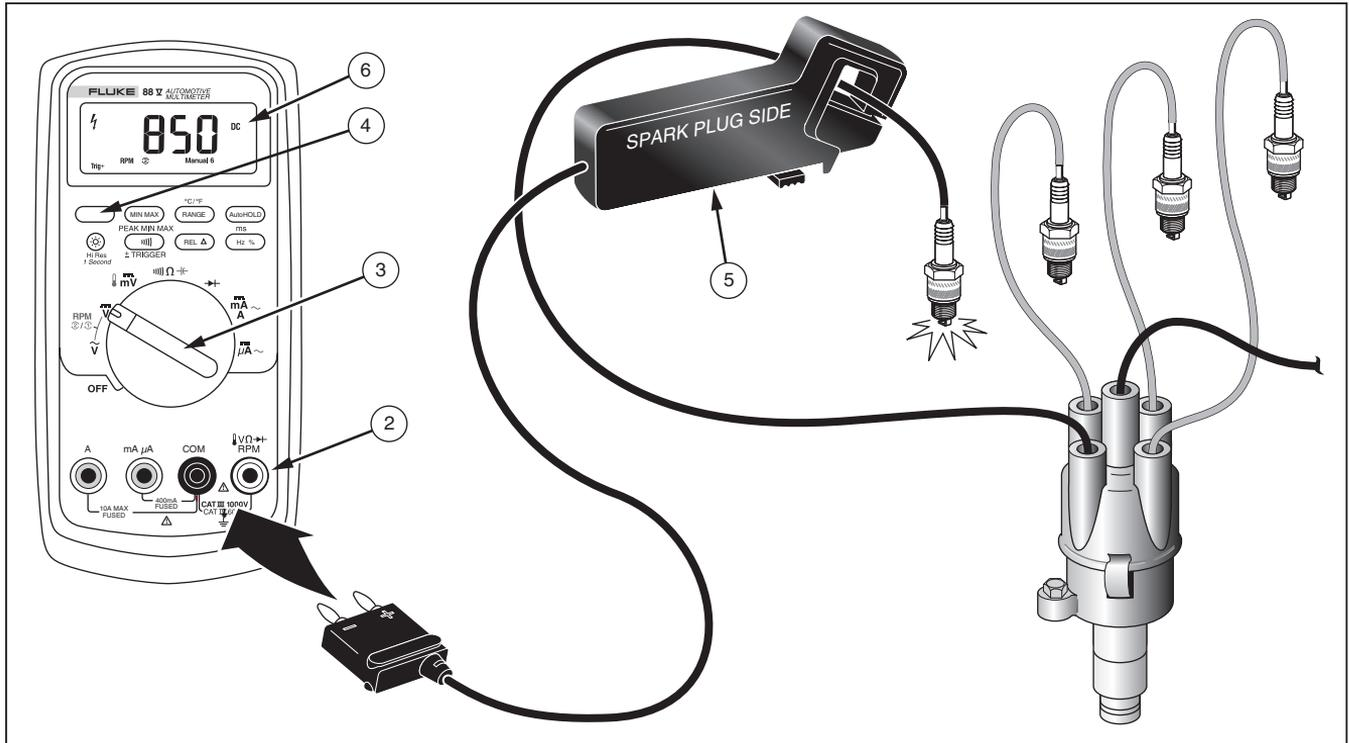

Abbildung 9. Drehzahlmessung mit induktivem Abnehmer
2. Den Ausgangstecker des induktiven Abnehmers an die abgebildeten Eingangsanschlüsse anschließen. Sicherstellen, dass der (-) Stecker an COM und der (+) Stecker an RPM angeschlossen sind. Siehe Abbildung 9.